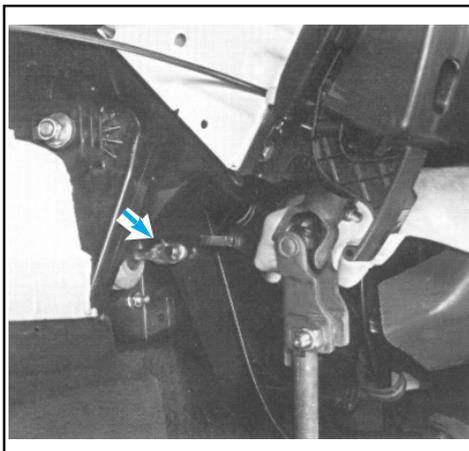

fig. Fr. 24
- Dégager la goupille de retenue de la tige du servofrein sur la pédale de freins. (fig. Fr. 24)